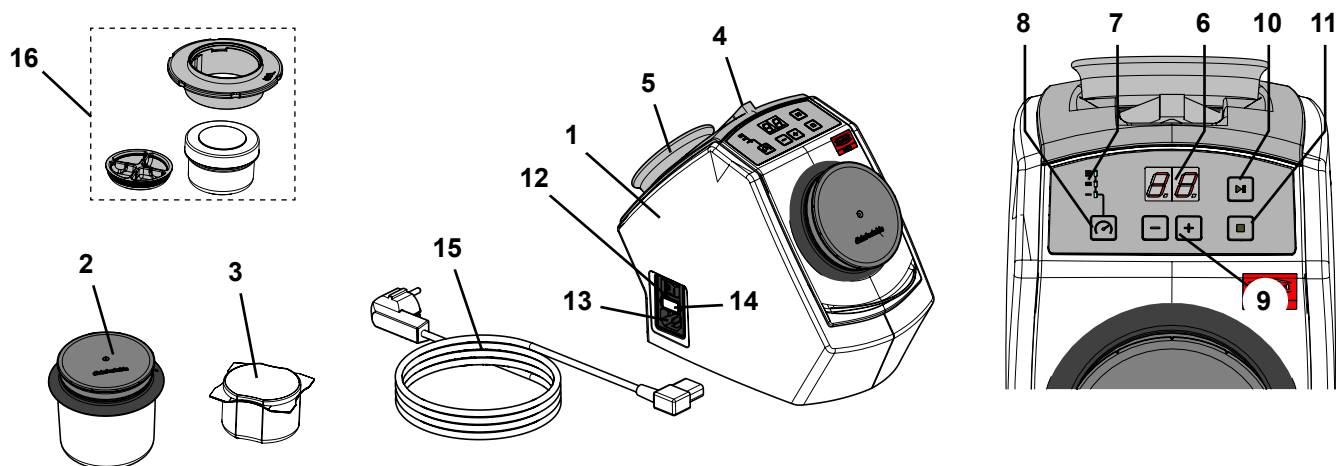

Fig. 1
- Holdemagneten (fig.1, pos.5) indeholder bly
- ⇒ Placér den vedlagte pincet og holdemagneten i holderne på apparatets bagside (Fig. 1).
- ⇒ Vælg netkablet (15, Fig. 1) netstikket, der passer i dit land.
- ⇒ Sæt netkablet i nettilslutningen (13, Fig. 1).
- ⇒ Tænd apparatet på hovedafbryderen (12, Fig. 1).
- ⇒ Fyld rengøringsbægeret (2, fig. 1) med 75 g rengøringsnåle (svarer til en emballagenhed).
- ⇒ Fyld SYMPRO mini-bægeret (tilbehør) 16, fig. 1 med ~ 5 g rengøringsnåle.